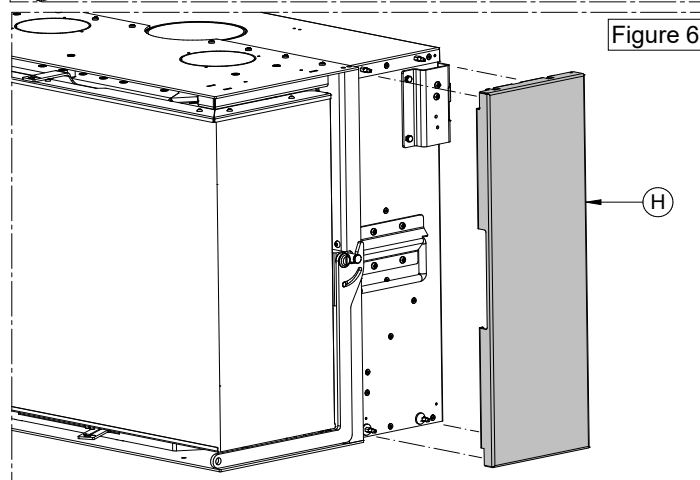
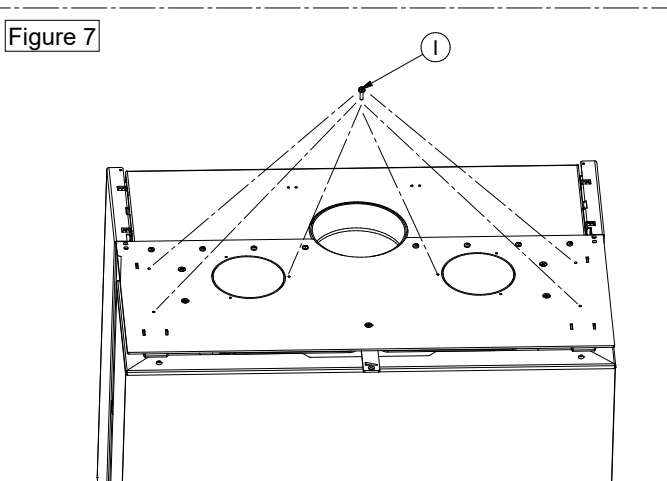

Figure 6
Figure 7
- Remettre en place la tôle de protection G, préalablement retirée, à l'aide des vis R (Figure 6) et transporter le produit, à l'aide d'un chariot, jusqu'à son emplacement définitif en le saisissant par le côté (Figure 7).
- 6) Emboîter par encliquetage, des deux côtés, les flancs sur les pions précédemment installés, voir figure 6.
- 7) À l'aide de la vis (I), réaliser 6 taraudages M4 aux emplacements indiqués sur la figure 7.
- 6) Installer les deux flancs I à l'aide des écrous M et L, voir figure 6.